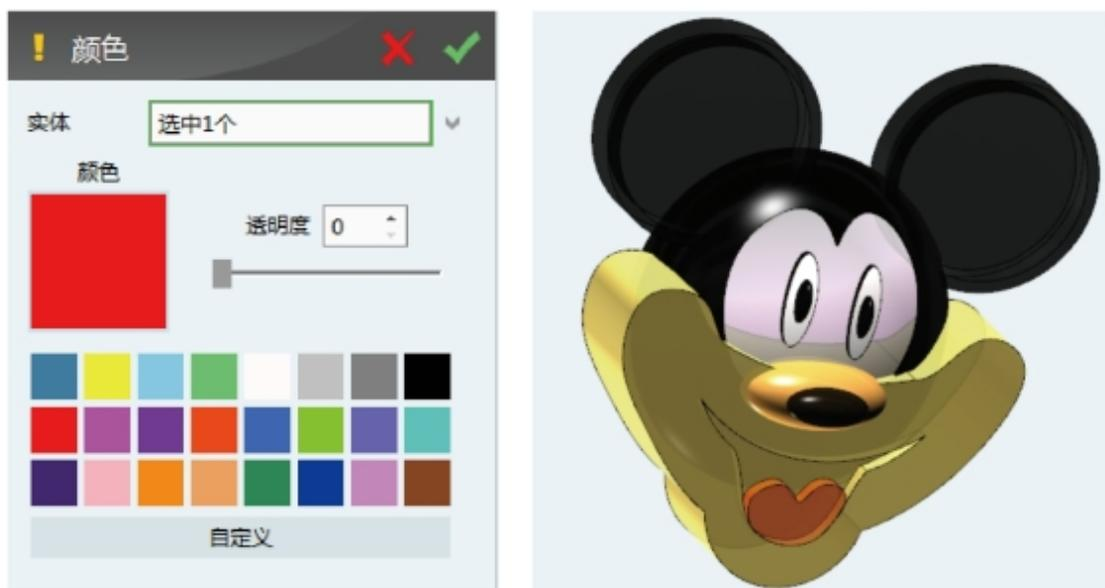

图7-5-30 完成效果图
⑪对米奇进行材质、颜色渲染。单击“颜色”，选择自己喜欢的颜色和合适的透明度，如图7-5-30所示。